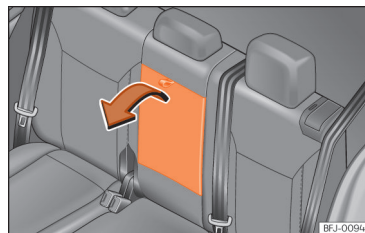

Рис. 101 Задній центральний підлокітник, розкладний.
- Щоб розкласти підлокітник, потягніть за ремінець у напрямку стрілки »» **рис. 101**.